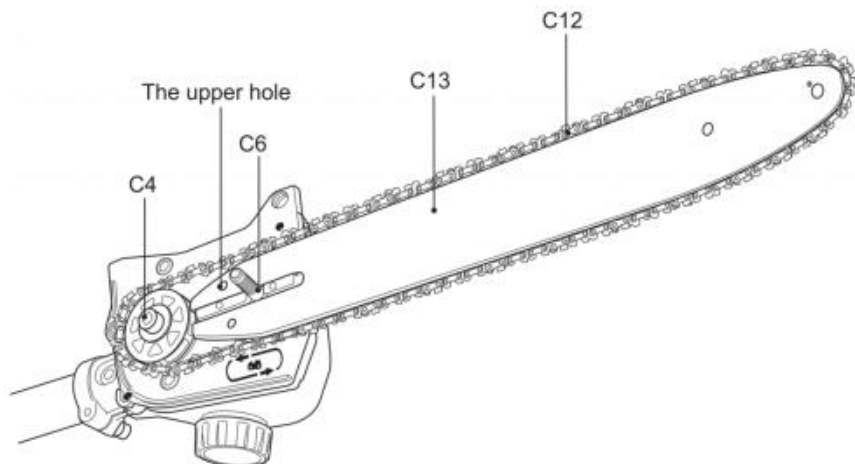

Fig. 10
6) Rikta in sågkedjan (C12) och svärdet (C13) med drivhjulet (C4) och monteringsbulten (C6). Läggs sågkedjan (C12) runt drivhjulet (C4) och sänks sedan svärdet (C13) för att montera det på monteringsbulten (C6). Se till att spännstiftet förs in i det övre hålet på svärdet (C13). (Bild 10)